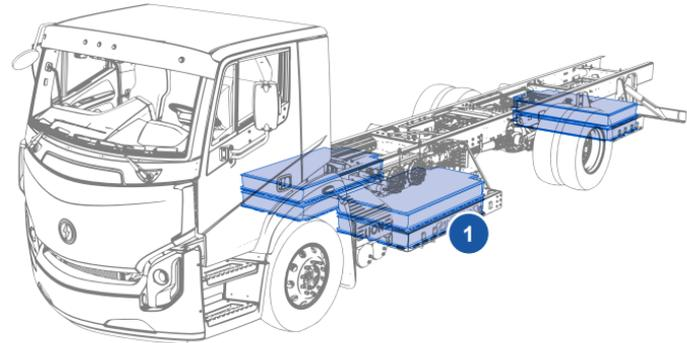

Figure 2 - Batteries locations
- Quatre blocs-batteries situés entre l'essieu avant et l'essieu arrière (**Figure 2 n°1**);
- Deux blocs-batteries situés derrière l'essieu arrière (**Figure 2 n°2**).